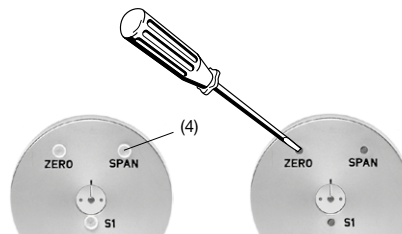

Fig. 12. Eléments de réglage «ZERO», «SPAN» et «S1».
Enlever les joints à bouchon (4) ZERO/SPAN (fig. 12, partie gauche). Ramener l'objet à mesurer dans sa position zéro, c.à d. dans la position dans laquelle le KINAX 3W2 doit fournir un courant de sortie de 0 mA (pour la connexion à 3 ou à 4 fils) resp. de 4 mA (pour la connexion à 2 fils).
Ensuite tourner à l'aide d'un tournevis horloger (Ø 2,3 mm) le potentiomètre «ZERO» (fig. 12, partie à droite) pour obtenir la valeur désirée précise du courant de sortie.
Les convertisseurs angulaires avec une étendue de mesure > 150° comportent pour l'inversion du sens de rotation un commutateur marqué S1 accessible sur la partie arrière à travers d'une ouverture (fig. 12).